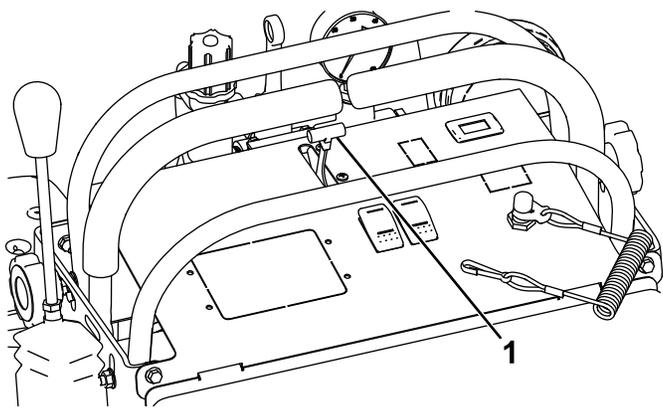

Figure 14
2. Déplacez la commande d'accélérateur au tiers de sa course à partir de la position BAS RÉGIME (Figure 14).
4. Branchez le câble de sécurité au capteur de présence de l'utilisateur (Figure 14).